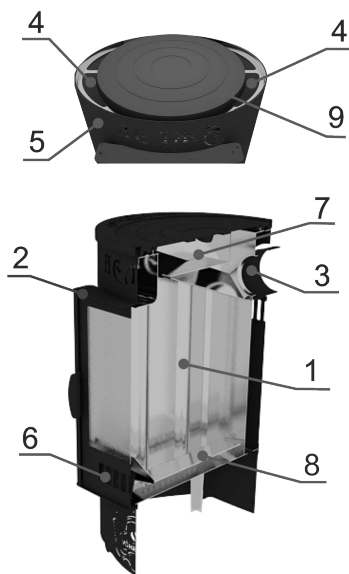

Рисунок 2. Конструкция печи
**3.2.** Печь состоит (см. рис. 2) из корпуса сварной конструкции и кожуха-конвектора. В свою очередь, корпус состоит из топки и туннеля с дверью. Топка изготовлена из жаростойкой стали. В двери предусмотрено окно из жаропрочного стекла для возможности визуального наблюдения за процессом горения дров.